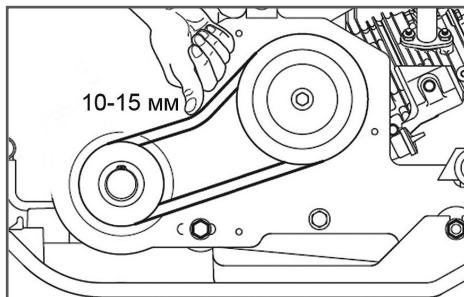

Рис. 29 Проверка натяжения ремней
- Проверьте натяжение ремней. Правильно натянутый ремень при сильном нажатии пальцем должен прогибаться примерно на 10-15 мм (Рис. 29).